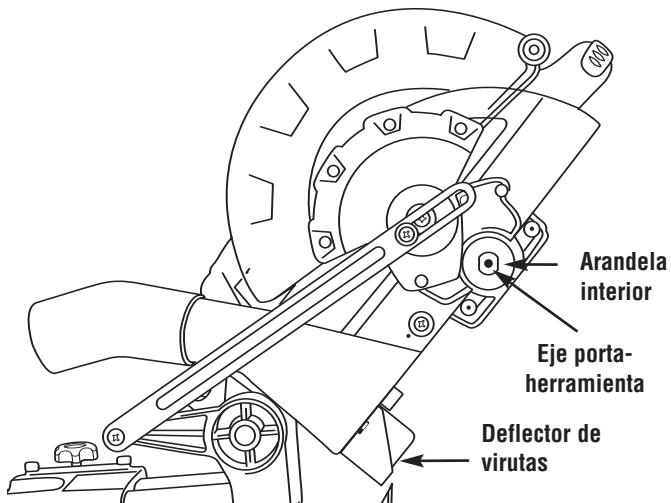

Figura 3. Instalación de la hoja
- Para instalar la hoja de 10", ajuste la hoja entre los deflectores de virutas y en el eje portaherramienta (Figura 3). NOTA: Asegúrese de que la flecha de rotación que está en la hoja coincida con la flecha de rotación en el sentido de las agujas del reloj que está en el protector inferior.